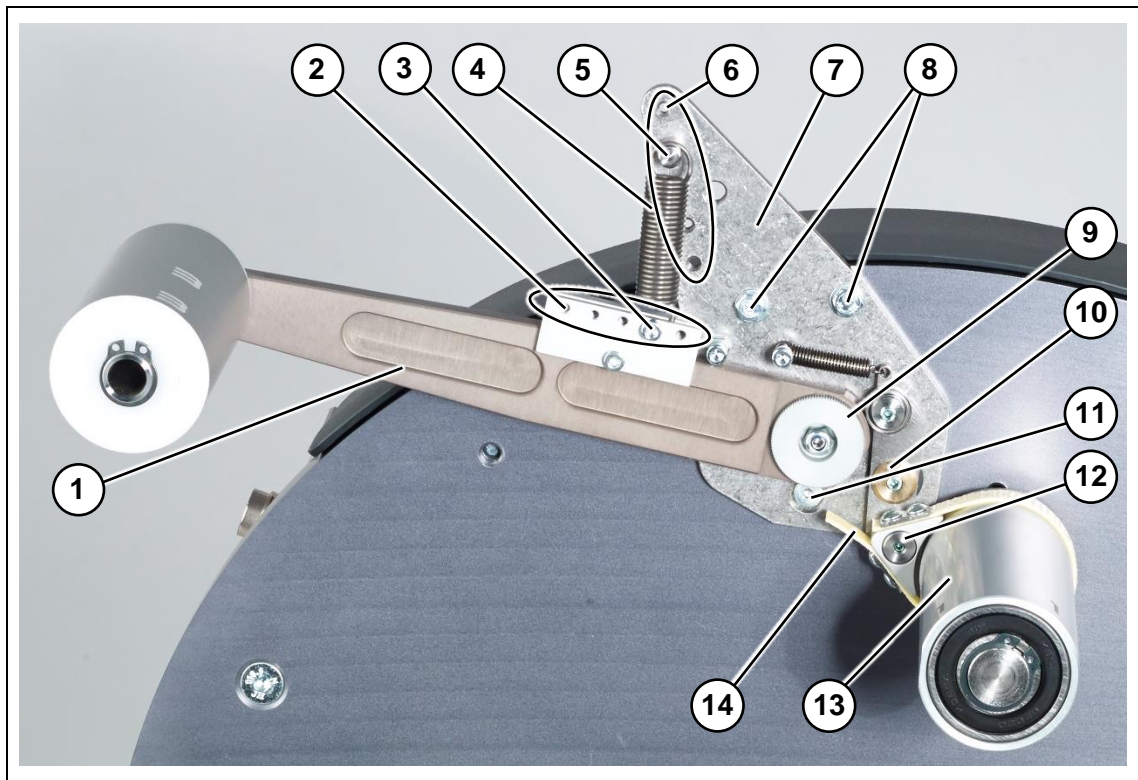

Abbildung 27 Aufhängung Pendelarm Übersicht (Beispiel)
Beim Verdrehen der Halterung Pendelarm (Abbildung 27, Pos. 7) wirkt die exzentrische Rundung (Abbildung 27, Pos. 9) hinten am Pendelarm auf den Hebel (Abbildung 27, Pos. 10). Der Hebel wirkt auf den Riemenklotz (Abbildung 27, Pos. 12). Dieser spannt oder lockert den Bremsriemen.
- 1 Lockern Sie die beiden Sechskant-Klemmschrauben (Abbildung 27, Pos. 8).
- 2 Die Halterung Pendelarm (Abbildung 27, Pos. 7) kann jetzt um ihre Drehachse (Abbildung 27, Pos. 11) geschwenkt werden.
- 3 Um eine stärkere Bremswirkung zu erreichen, schwenken Sie die Spitze der Aufhängung in Richtung zur Etikettenrolle (Abbildung 27, Pos. 13).
- 4 Um eine schwächere Bremswirkung zu erreichen, schwenken Sie die Spitze der Aufhängung weg von der Etikettenrolle (Abbildung 27, Pos. 13).
- 5 Danach ziehen Sie die beiden Sechskant-Klemmschrauben (Abbildung 27, Pos. 8) wieder an.
Die Feder (Abbildung 27, Pos. 4) am Pendelarm hat an beiden Enden verstellbare Aufhängungen.
Eine vertikale Verstellung der Federaufhängung (Abbildung 27, Pos. 5) ist über mehrere Gewindebohrungen im Blech der Halterung Pendelarm (Abbildung 27, Pos. 7) möglich. Eine horizontale Verstellung der Federaufhängung (unten Abbildung 27, Pos.3) ist über mehrere Bohrungen (Abbildung 27, Pos. 2) an der Kunststoffleiste möglich.
- 1 Hängen Sie die Feder aus (Abbildung 27, Pos.4).
- 2 Versetzen Sie die Schraube an der Kunststoffleiste (Abbildung 27, Pos.3) bzw. den verschraubten Bolzen der Federaufhängung (Abbildung 27, Pos.5).
- 3 Bei verlängertem Federweg erhöht sich die Zugkraft der Feder (Abbildung 27, Pos. 4). Der Pendelarm federt weniger ein. => Die Bremswirkung ist höher.
- 5 Hängen Sie die Feder (Abbildung 27, Pos.4) wieder ein und testen Sie die Bremswirkung.